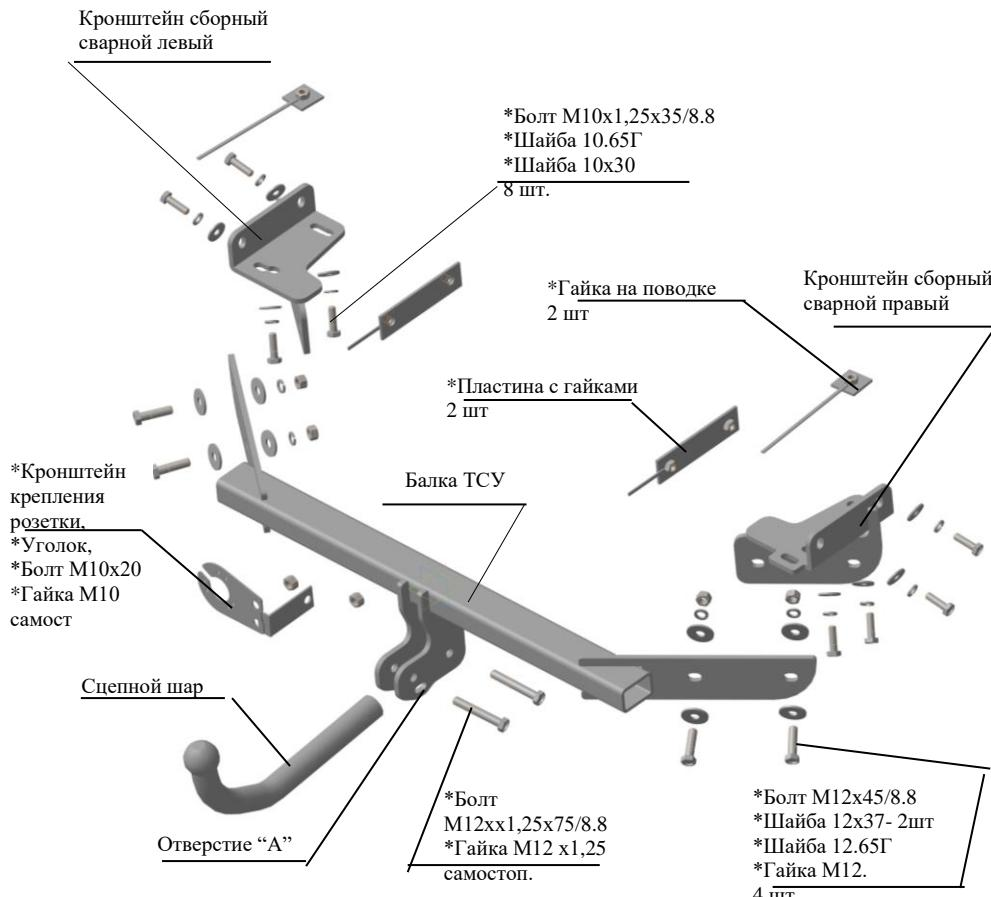

Рис.1 Тягово-сцепное устройство ТСУ 7251.
2.1 ТСУ 7251 в сборе (рис.1)	1 шт.
2.2. Пакет комплектующих (рис.1)+ защитный колпак	1+1 шт
4.3 Закрепить сборный сварной левый кронштейн ТСУ к нижней и внешней полке лонжерона четырьмя болтами M10x1,25x35, используя гайки штатные вварные и подложив под головки болтов шайбы 10.65Г и шайбы 10x30 (соответственно рис.1). Крепеж не затягивать.
полках лонжеронов под болты M10x35 и для крепления кронштейнов к переднему отверстию в нижних полках лонжеронов - использовать гайки на поводке, к боковым полкам лонжеронов - пластины с гайками, к заднему отверстию в нижних полках – гайки M10 и болты M10x35 (на рис.1 не показано), подложив под головки болтов шайбы 10.65Г и шайбы 10x30 . Крепеж не затягивать.
4.4 Закрепить сборный сварной правый кронштейн ТСУ аналогично левому, соответственно рис.1. Крепеж не затягивать
4.5 Закрепить балку ТСУ к внешним сторонам сборных сварных кронштейнов за нижние отверстия болтами M12x45 и гайками M12 (соответственно рис.1), подложив под головки болтов шайбы 12x37, а под гайки - шайбы 12.65Г и шайбы 12x37. Крепеж не затягивать.